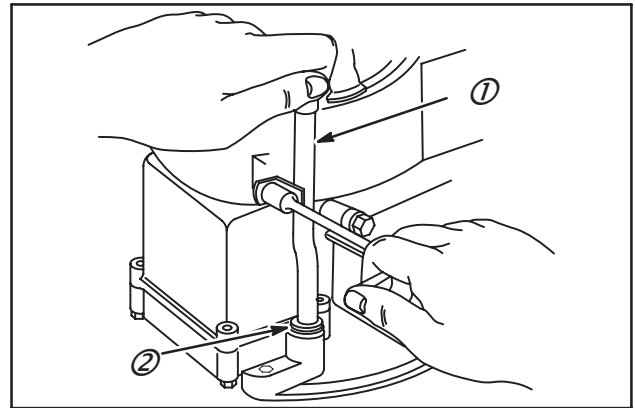

Fig. 4
1. Lors de la pose du tube de remplissage d'huile rehaussé (1) et de la jauge à huile, le tube doit être installé de sorte que le joint torique (2) soit comprimé.
3. Lorsque la jauge à huile est parfaitement positionnée dans son tube, elle obture de façon étanche la partie supérieure du tube, Fig. 4.